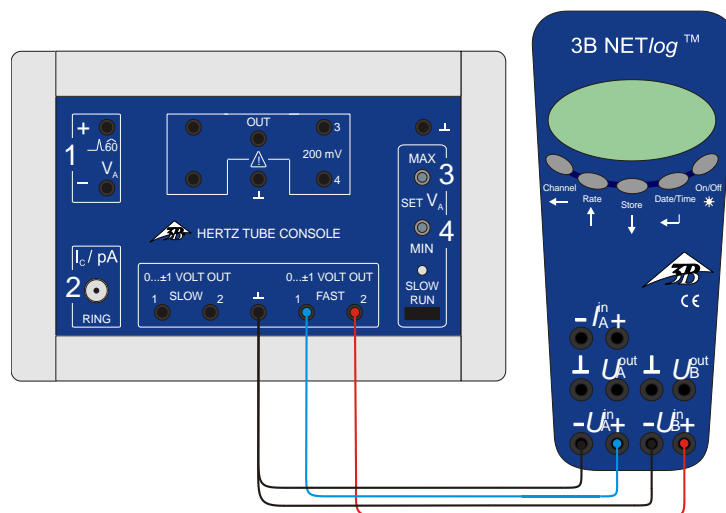

Fig. 2 Conexión del 3B NETlog™ en la unidad de control para tubos de potenciales críticos
- Se conecta la salida Fast 1 de la unidad de control en el entrada A, y resp. la salida Fast 2 en la entrada B de la 3B NET/og™. (ver Fig. 2)